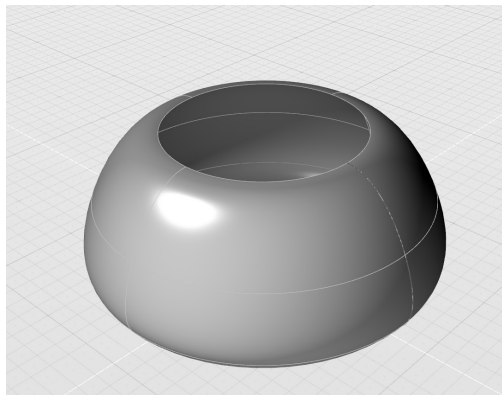

图 5-47 获得旋转曲面
2) 激活“旋转”工具  ,当控制台提示“拾取剖面曲线”时,选择刚刚创建的 NURBS 曲线。随后控制台提示设置“回转轴开始”以及“回转轴方向”,此处接受默认设置即可。此时应获得的结果如图 5-47 所示。
✧ 注：如果获得的结果与图 5-47 不同，则在控制面板中调整回转轴方向为“Z 轴”。默认情况下，旋转轴的设定与用户当前激活的视图息息相关。